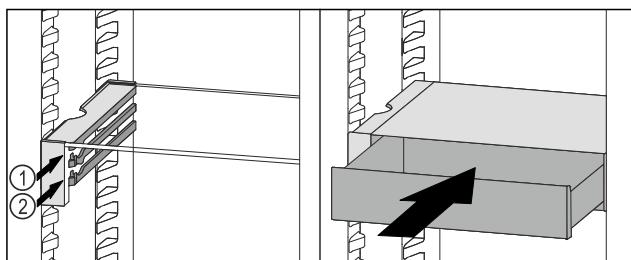

Fig. 112
- Встановити висувний ящик VarioSafe за стопорами на потрібне ребро Fig. 112 (1) або Fig. 112 (2).